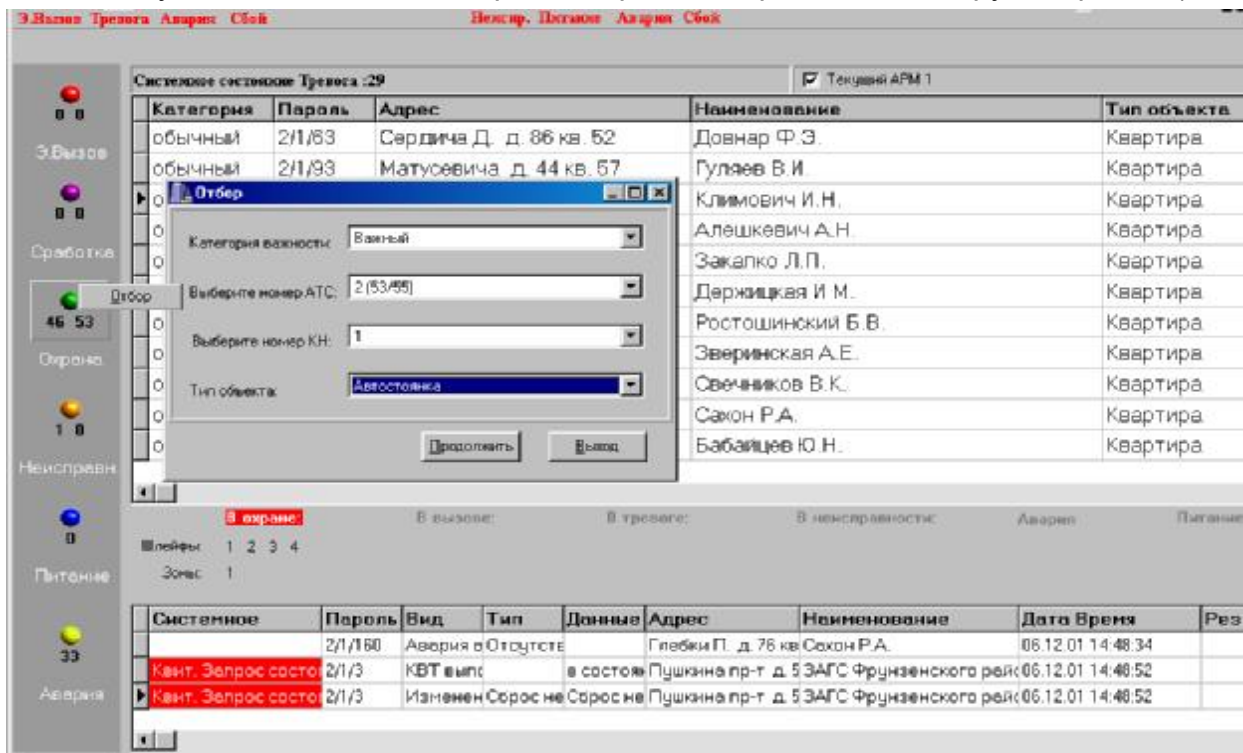

Рисунок 82
5.3.2 Объектовые кнопки быстрого поиска отображают текущее состояние паролей (слева) и зон (справа) на охраняемых объектах (рисунок 82). Как уже отмечалось выше, работа оператора не влияет на данную информацию – она определяется только состоянием объектового оборудования. Например, по конкретному паролю может быть установлен объектовый флаг «Тревога», а в системных флагах он будет отсутствовать (оператор отработал данный пароль). Наоборот, по объектовому прибору нет флага «Тревога», а в системных флагах он присутствует (либо оператор не отработал данный пароль, либо установка системного флага «Тревога» произошла по другой причине).
Для некоторых состояний, реальное количество которых может быть весьма велико («Охрана», «Питание», «Авария абонентской линии»), предусмотрен дополнительный фильтр «Отбор» (рисунок 82). Для использования данного фильтра необходимо нажать правую клавишу мыши на выбранном объектовом состоянии и ввести дополнительные параметры поиска (категория важности пароля, номер ретранслятора, номер КН, тип объекта). Можно использовать как одиночный параметр, так и совместную их комбинацию.